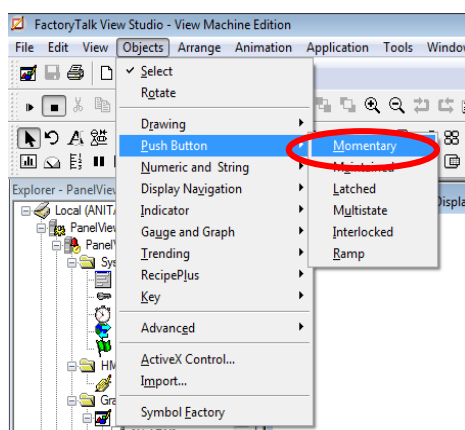

Figura 23: Selección del “Push Button Momentary”
2. En la Figura 23 podemos observar el botón agregado en nuestra aplicación.